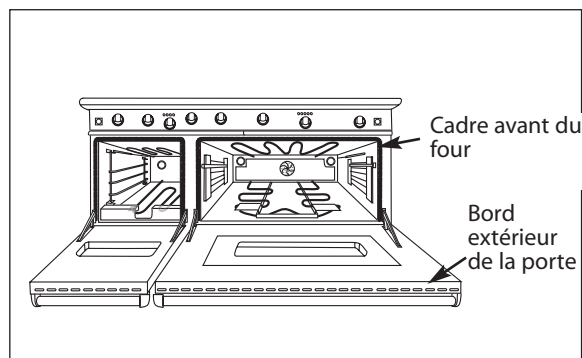

Fig. 11
- Nettoyez le cadre avant du four et les bords extérieurs de la porte. Essuyez les gros débordements et dépôts graisseux. (Voir fig. 11.)